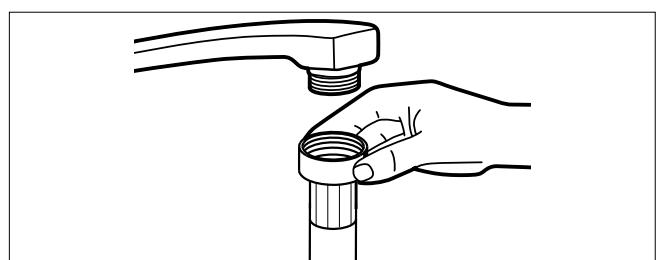

Fig. 9 – Collegamento del tubo dell'acqua
- Collegare il tubo di afflusso dell'acqua (22) a un rubinetto dell'acqua fredda con filettatura da 3/4" (vedere la Fig. 9).